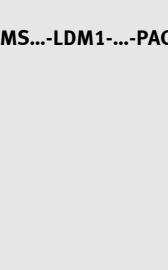

Fig. 3 / 图 3
- If using the rinsing air concentration ring for ducting the rinsing air (only MS...-LDM1-...-PAC, see Fig. 3):
MS...-LDM1-... 的规定用途为去除压缩空气系统中溶解的水分子。在隔膜盒内部可通过一个固定设置的流量孔板控制吹洗量（吹洗空气）。通过 MS...-LDM1-...-PAC 的汇流环可注入吹洗空气（见图 3）。MS...-LDM1-... 免维护，并且无需进行设置。